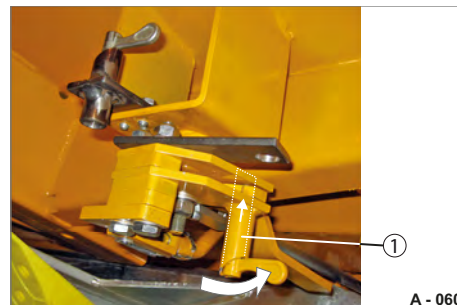

Abb. 57 Zentralverriegelung gesichert
- ▶ Drehen Sie den Hebel des Verriegelungsbolzens (Abb. 57/1) um, so dass der Hebel (Abb. 56/1) der Zentralverriegelung gesichert ist.
Der Hebel (Abb. 56/1) ist mit dem Verriegelungsbolzen (Abb. 57/1) gesperrt.